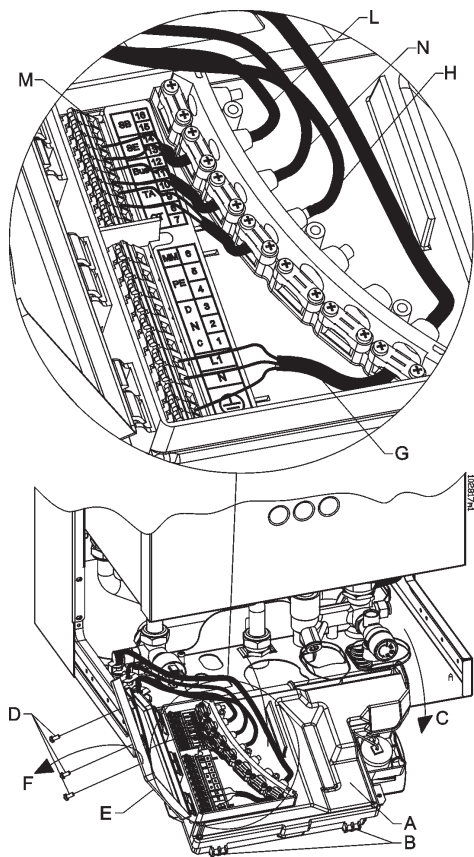

Рисунок 17 - Электрические соединения
- подсоединить контакты провода "G" как показано на рис. 17.
Для подсоединения кабеля термостата комнатной температуры произвести следующее: (см. рис. 17)
Для подсоединения питающего кабеля комнатного термостата, проследовать как описано выше (см.рис.17)
- подсоединить 2 конца провода к контактам бокса "OT" котла.(см. рис.17)